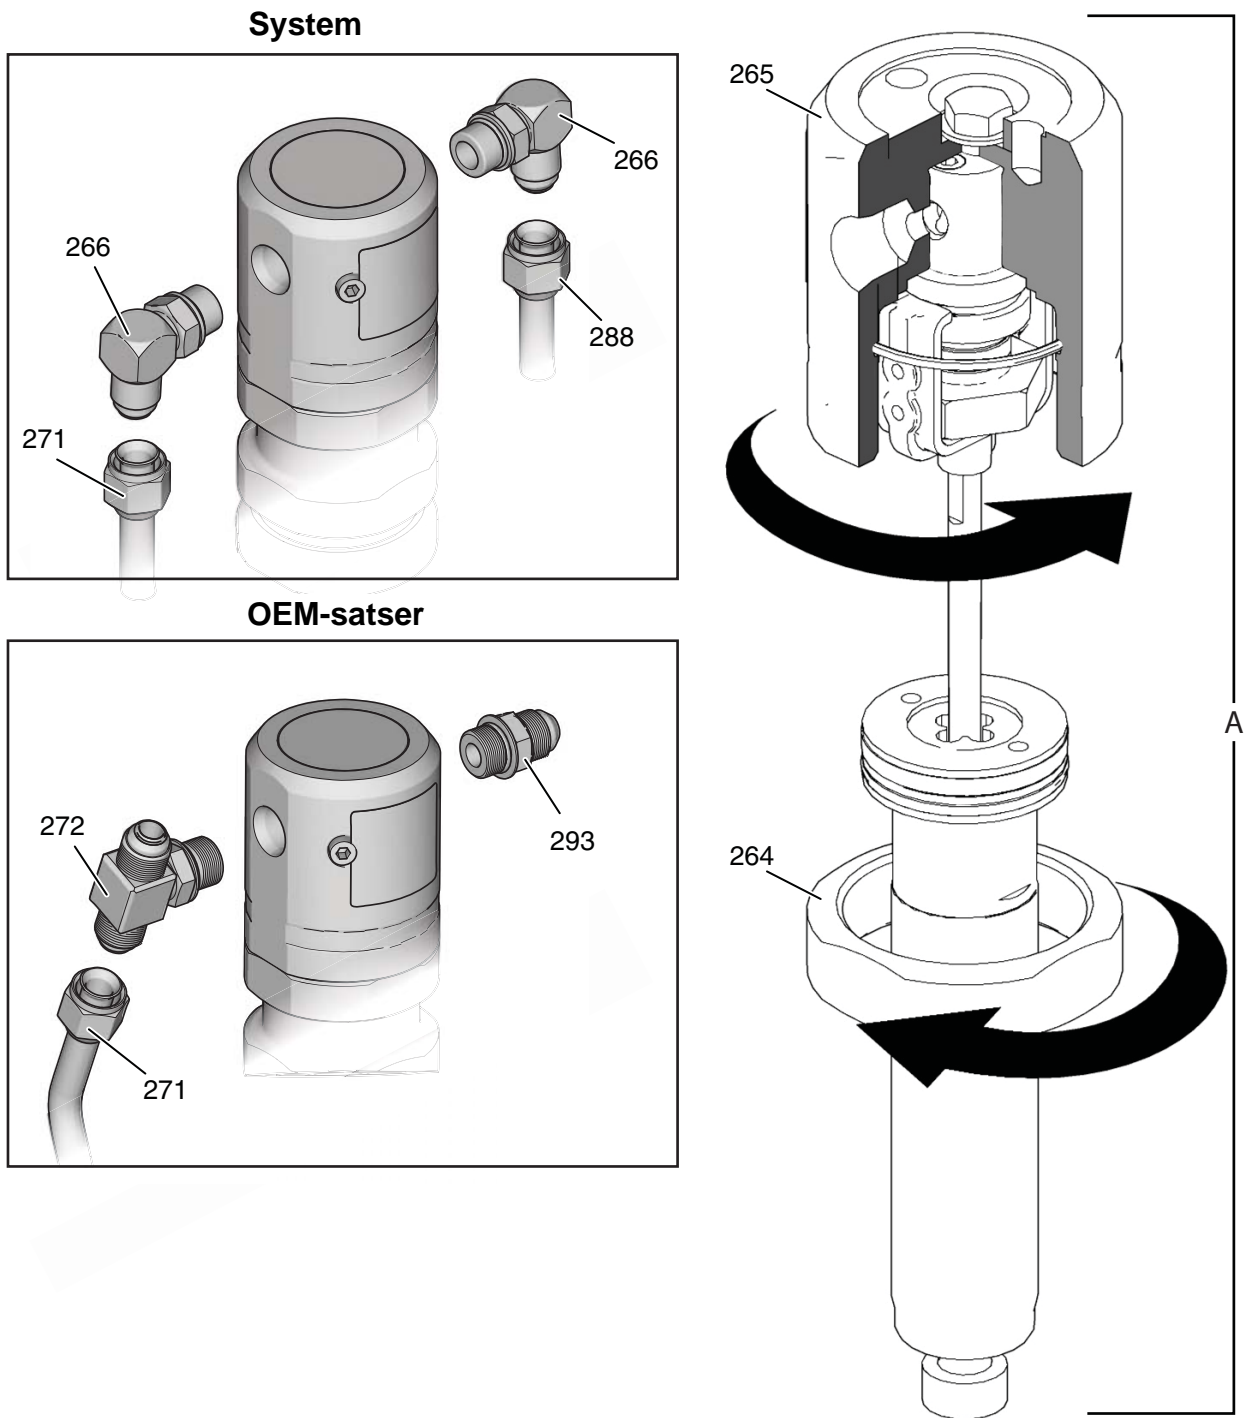

FIG. 5
1. Trä in kolvstängan i hydraulmotorcyllindern (263).
2. Skruva ner hydraulmotorlocket (265) tills det bottenar. Vrid hydraulmotorlocket tills inlopp och utlopp riktas in mot hydraulkopplingarna och så att testhållet i hydraulmotorlocket pekar mot remskyddet (117).
3. Dra åt låsmuttern (264) mot hydraulmotorlocket (265) till moment 17 N•m.
4. Fig. 5. Anslut hydraulledningarna (271, 288) till kopplingarna (266) uppe på vänster och höger sida på hydraulmotorn, dra åt till moment 54,2 N•m.